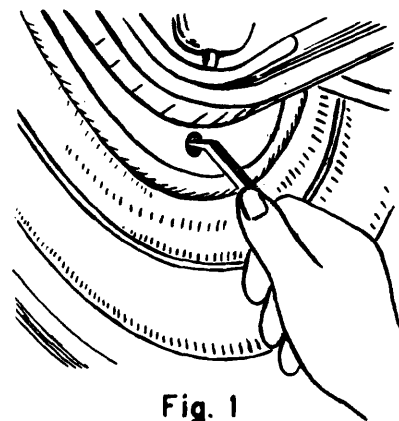

Fig. 1
- c Cierre los reguladores de las zapatas (fig. 1) y retire los tambores.